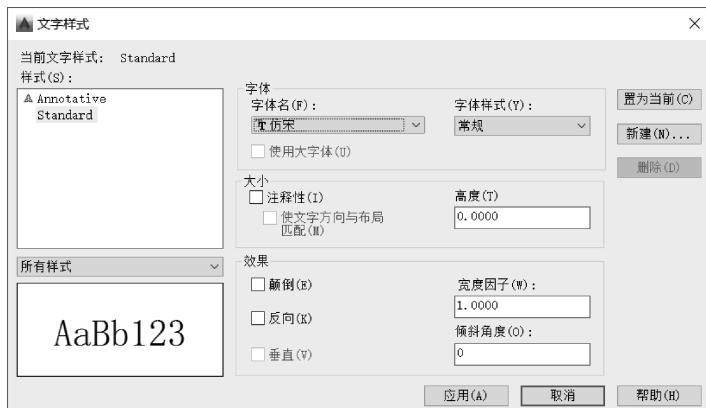

图 9-19 “文字样式”对话框
- “文字样式”下拉列表框：用于选择尺寸数字的样式，也可以单击右侧的“浏览”按钮，从打开的“文字样式”对话框中选择样式或设置新样本，如图 9-19 所示。